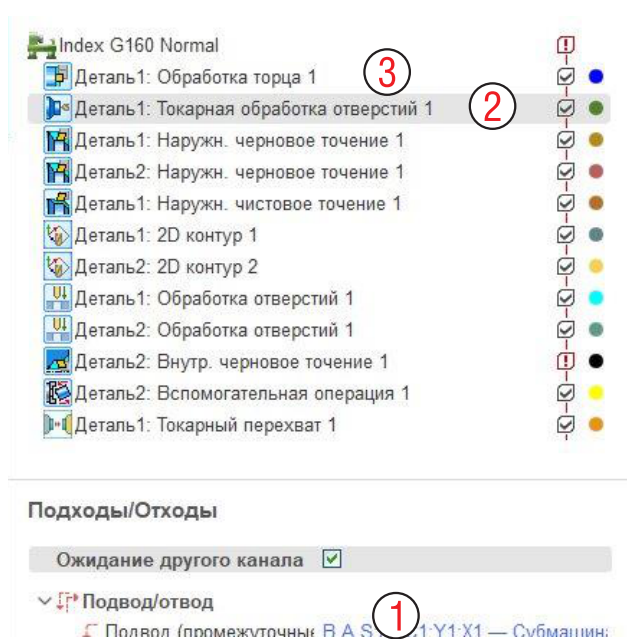
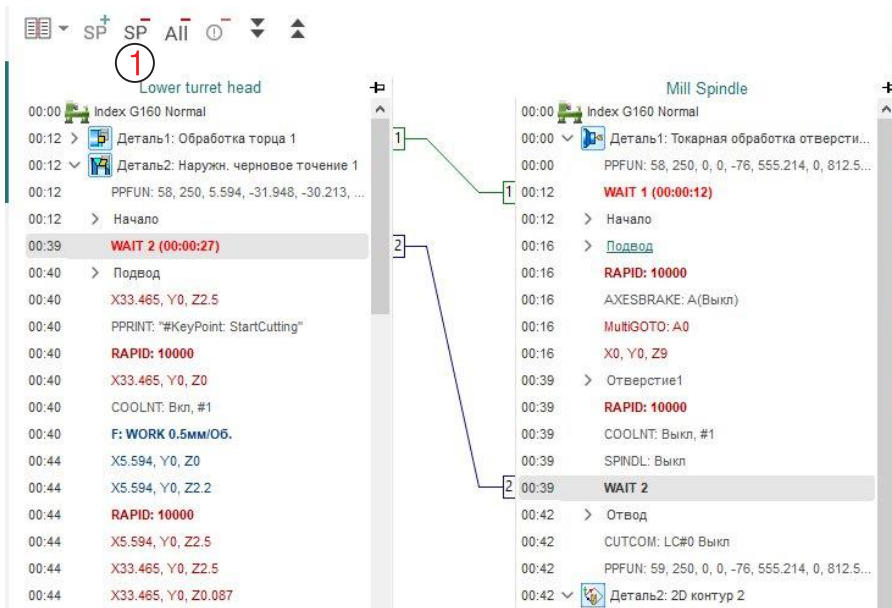

Рис. 16-8. Параметр Ожидание другого канала в
Рис. 16-12. Работа с метками синхронизации.
В нашем примере этот параметр включен (1 на рис. 16-8) в операции **Токарная обработка отверстий 1 (2)**, т.к. она выполняется после операции **Обработка торца 1 (3)**, выполняемой в другом канале.
Как можно заметить, каналы не работают параллельно, как задумано. Это потому, что по умолчанию система вставляет метки ожидания при смене канала. Их можно увидеть в режиме моделирования обработки, раскрыв содержание операций (рис. 16-12). В данном случае метка 1 нам нужна, а метка 2 – нет. Она предписывает не начинать черновое точение на детали 2, пока не закончится токарная обработка отверстия на детали 1. Можно ее явно удалить, выбрав одновременно команды WAIT в обеих каналах и нажать кнопку **Удалить SP** (1). Однако помните, что ручное редактирование точек синхронизации не сохранится при пересчете операций. Потому корректнее снять флаг **Ожидание другого канала** (этот параметр показан на рис. 16-8) в операциях **Наружное черновое точение 1** на детали 2 и **Наружное черновое точение 1** на детали 1 и пересчитать операции.